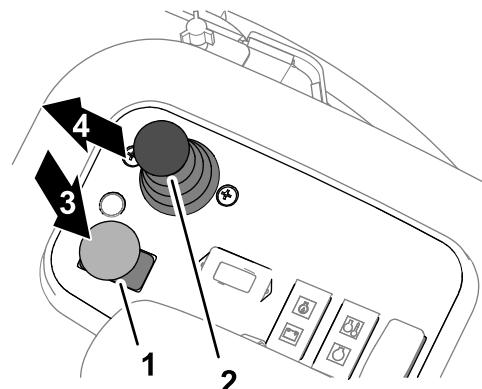

Bild 35
- Stellen Sie den Mähwerk-Antriebsschalter in die AUSGEKUPPELT-Stellung (Bild 35).
- Verwenden Sie den Hebel zum Absenken bzw. Anheben der Mähwerke, um die Mähwerke abzusenken (Bild 35).